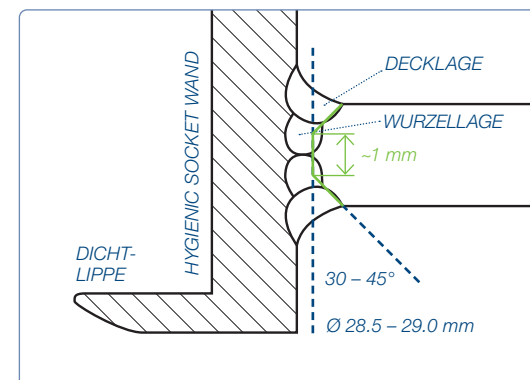

Bild 1
4. Vorbereitung der Einschweisbohrung gemäss Bild 1 (Doppel-HV- oder K-Naht):